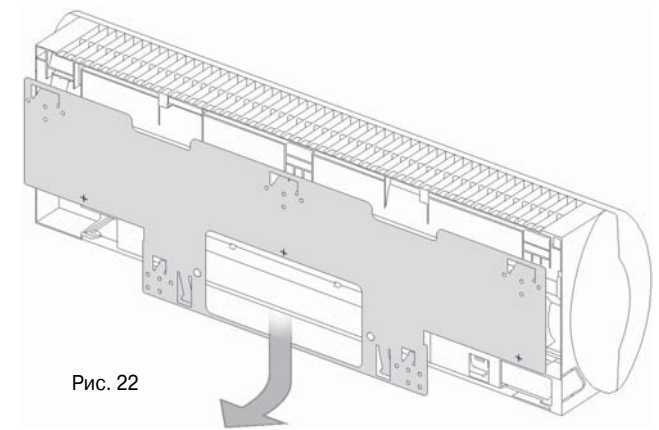

Рис. 22
- Снимите стальную монтажную плату, расположенную на задней части агрегата (рис. 22);